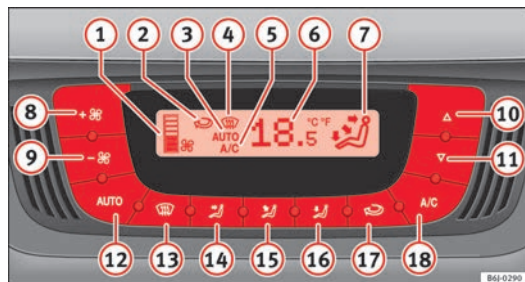

Fig. 107 Sulla plancia della strumentazione: comandi del Climatronic
- Premere i tasti 10 e 11 ⇒ fig. 107 per impostare la temperatura.
- ① Indicatore del livello del ventilatore.
- ② Indicatore della funzione di ricircolo
- ③ Indicatore **AUTO** (Funzionamento automatico).
- ④ Indicatore di disappannamento.
- ⑤ Indicatore AC (Raffreddamento attivo).
- ⑥ Indicatore della temperatura interna selezionata
- ⑦ Indicatore della direzione del flusso d'aria.
- ⑧ Aumento della velocità del ventilatore.
- ⑨ Diminuzione della velocità del ventilatore.
- Premere il tasto **AUTO**. Viene visualizzata l'indicazione ⇒ fig. 107 **3**.
- Premere i tasti **10** e **11** ⇒ fig. 107 per impostare la temperatura desiderata nell'abitacolo. Consigliamo una temperatura di +22 °C (+72 °F).
- Premere uno dei tasti compresi tra ⇒ fig. 107 **14** e **16** oppure premere la manopola del ventilatore **8** e **9**. Si spegne l'indicazione **3**.
Il ventilatore si regola tramite i tasti **8** e **9** ⇒ fig. 107. Se la ventola è spenta (sullo schermo non è indicato nessun livello **1**) e se dopo 1 secondo si ripreme il tasto **9**, si spegne il Climatronic. ►
- Per attivare e disattivare la funzione di ricircolo si deve premere il tasto . È attiva se sul display compare il simbolo  ⇒ fig. 107.